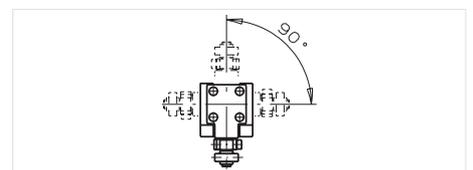

Bild 3: Horizontale Umsetzbarkeit
2. Anschließen und Klemmen mit 0,5 Nm anziehen (Kontaktbelegung siehe Bild 3).